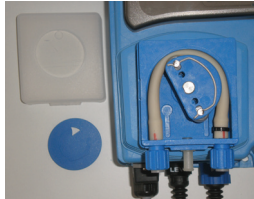

Abb. 8.1 Demontage 1
4. Ziehen Sie von Hand den Deckel vom Pumpengehäuse und dann die Abdeckkappe (mit dem Drehrichtungspfeil) vom Drehkreuz ab (Abb. 8.1).